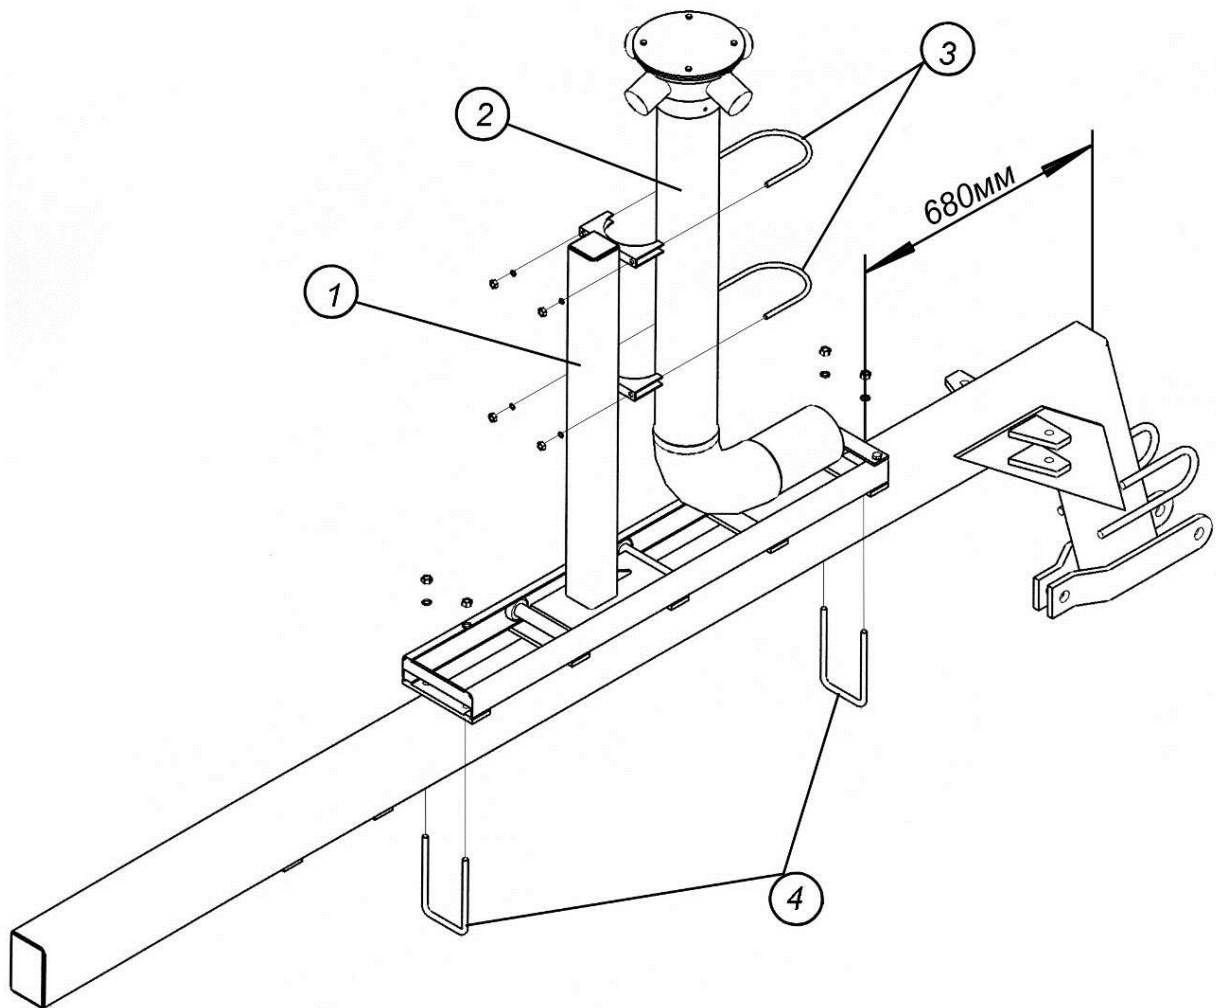

Рис. 4.13.2. Установка первичного распределителя на ПК с двухосным бункером.
4.13.1.1. Для посевного комплекса с одноосным бункером установить проставку 1 спереди на раме культиватора с помощью пластины 2 и болтов 3 М20х170, подложив пружинные шайбы (рис. 4.13.2а). Закрепить кронштейн первичного распределителя 4 на проставку 1 стремянками 5 М12х100х150, пружинными шайбами и гайками.
**4.13.3.** Закрепите трубу 2 с распределителем на стойке 1 скобами 3 (рис. 4.13.2).
Рис. 4.13.2а. Установка первичного распределителя на ПК с одноосным бункером.